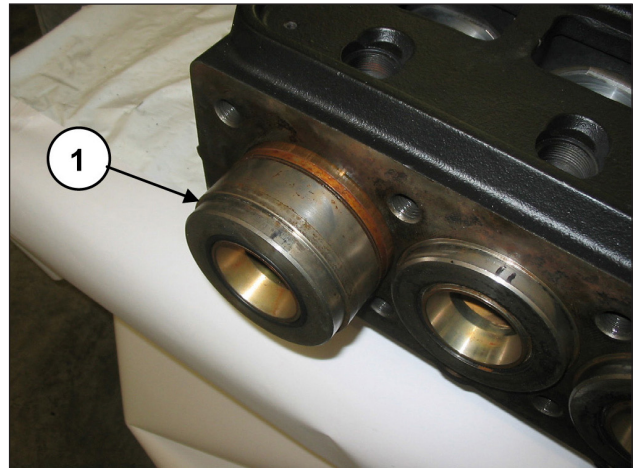

Abb. 114
Schieben Sie die Kolbenführung durch Drehen der Welle soweit vor, dass der mitgetriebene Dorn den Dichtungshalter und die gesamte Kolbenbaugruppe herausdrückt (Pos. ①, Abb. 114).